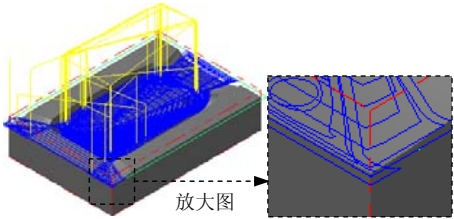

图 23.12 刀具路径
Step10. 单击“曲面粗加工挖槽”对话框中的  按钮，完成加工参数的设置，此时系统将自动生成图 23.12 所示的刀具路径。